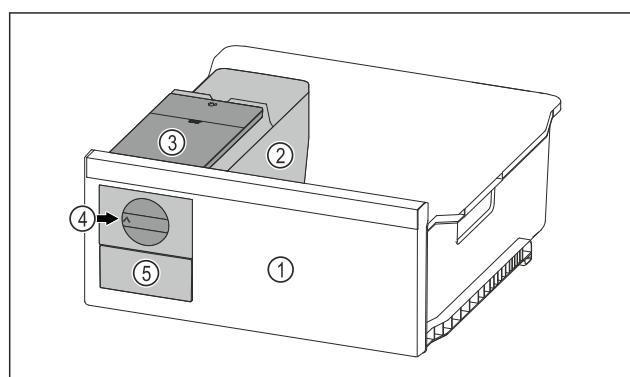

Fig. 125 Príklad zobrazenia
- Otočný gombík Fig. 125 (4) otočte v smere hodinových ručičiek až na doraz.
- Kocky ľadu vypadávajú z misky na kocky ľadu do zásuvky na kocky ľadu Fig. 125 (5).